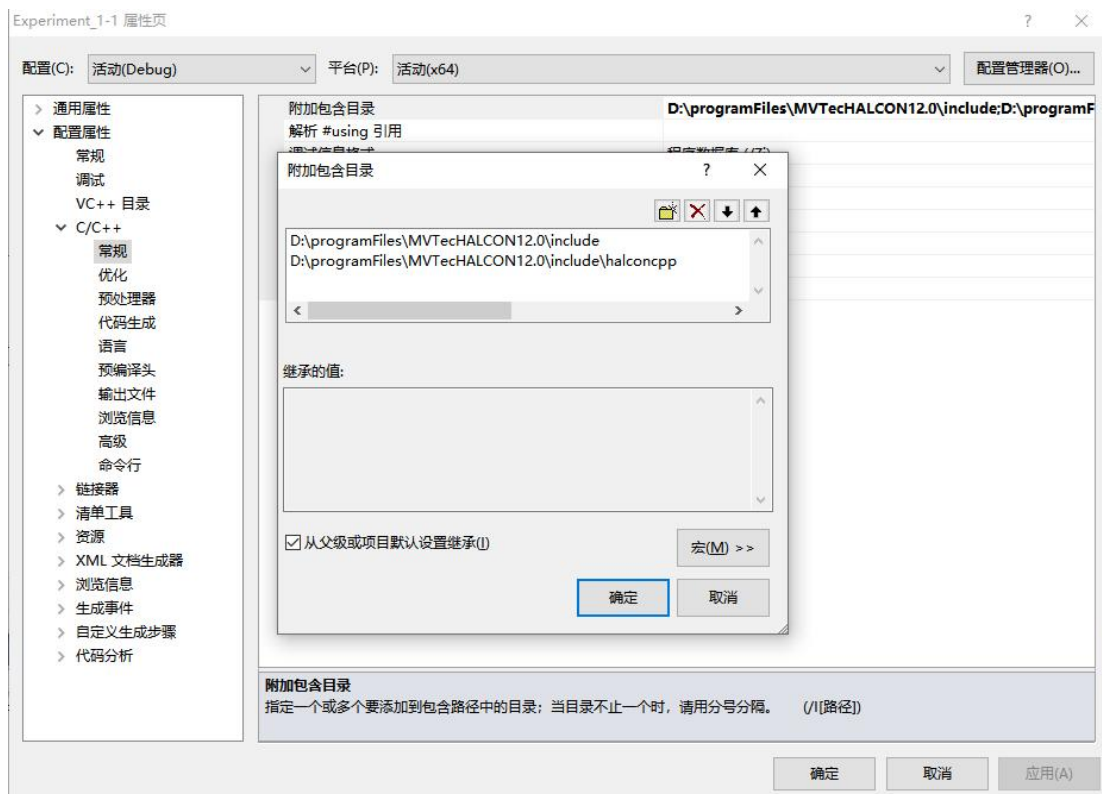

图 1-15 包含 halcon 相关头文件
① 在开始之前需要安装好 Halcon 12（及以上版本）和 VS2010（及以上版本），实验室电脑安装 VS 版本为 2010，所以这里以 VS2010 为例。运行 VS2010，新建项目，并选择控制台应用程序（**注意是 64 位工程**）。
② 将 Halcon 相关路径导入到工程，在解决方案中右击，选择属性——配置属性——C++——常规——附加包含目录，包含 halcon 相关头文件。如图 1-15 所示。